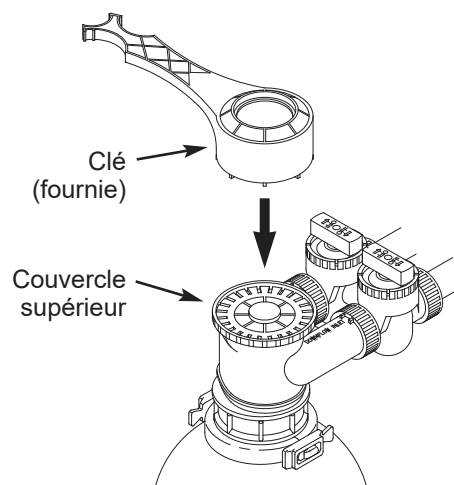
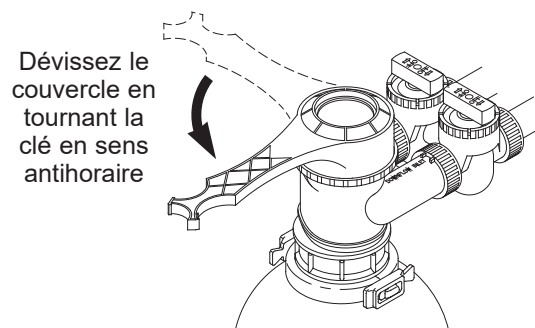

FIG. 7
FIG. 8
2. À l'aide de la clé fournie (cf. Fig. 7), engagez le couvercle supérieur de la tête d'entrée/sortie. Desserrez et dévissez le couvercle dans le sens antihoraire (cf. Fig. 8) pour libérer la pression dans le système.